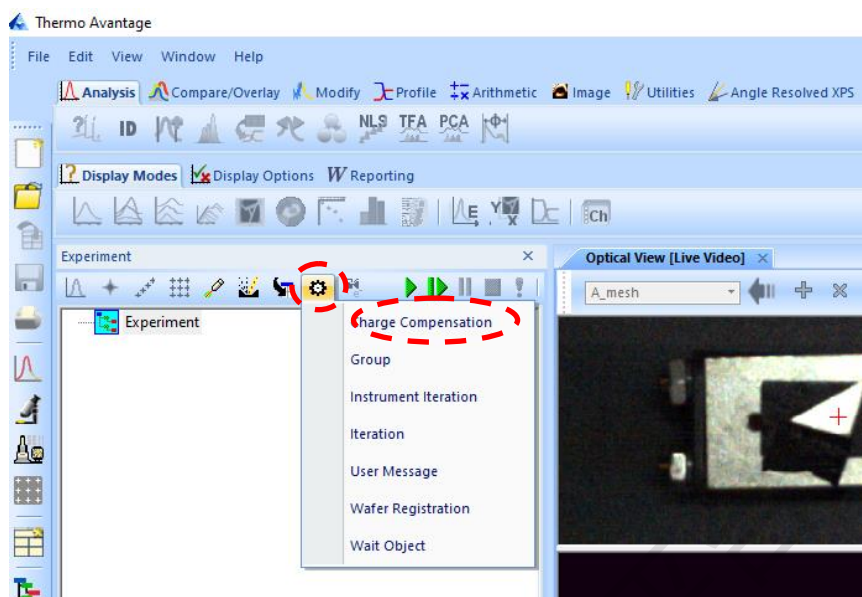

图 12 实验内容设定界面
- (8) 点击“Experiment”选项卡, 回到实验设定界面 (图 12)。
- (1) 如图 12, 选择“Charge compensation”插入荷电中和枪 (如样品导电良好, 可跳过);
- (1) 如图 12，选择“Charge compensation”插入荷电中和枪，并将 mode 变更为静电模式 “Charge Comp Electrostatic”；